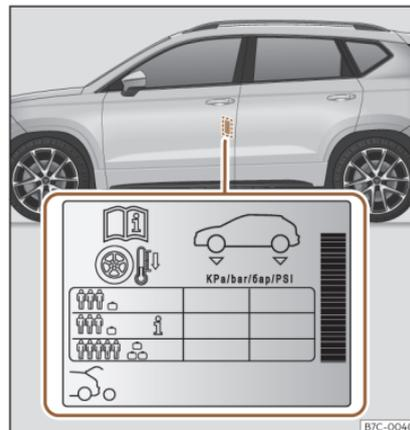

Fig. 204 Emplacement de l'autocollant de gonflage des pneus.
• Si le véhicule est fortement chargé, adaptez la pression des pneus en conséquence »» fig. 204.
Les valeurs de pression de gonflage figurent sur l'étiquette adhésive située sur la face arrière du cadre de la porte avant gauche »» fig. 204.
Il est possible d'adapter la pression de gonflage des pneus sous charge moyenne en fonction du véhicule afin d'améliorer le confort de conduite (pression de gonflage **i** »» fig. 204). Lorsque vous roulez avec une pression de gonflage de confort, la consommation de carburant peut légèrement augmenter.
Adaptez la pression de gonflage des pneus à la charge du véhicule. Si le véhicule est chargé au maximum, vous devez augmenter la pression de gonflage jusqu'à la valeur maximale de charge indiquée sur l'étiquette adhésive »» fig. 204.
Dans le cas de la roue de secours de taille réduite (125/70 R18), la gonfler à une pression 4,2 bar, comme indiqué sur l'étiquette de pression des pneus »» fig. 204.
• Le conducteur est responsable de la pression correcte de tous les pneus de son véhicule. La pression de gonflage recommandée est indiquée sur un autocollant »» fig. 204.
- Sur les pneus à froid, la pression devra toujours être celle indiquée sur l'autocollant» fig. 204.